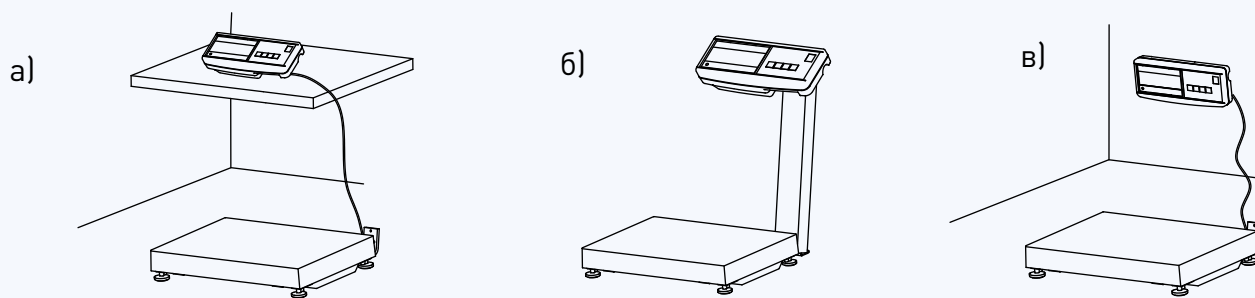

Рис.6.1. - Варианты размещения устройства управления
5. Выбрать удобный вариант размещения устройства управления для работы с весами (Рис. 6.1). Собрать весы. Подключить кабель устройства весоизмерительного к устройству управления.